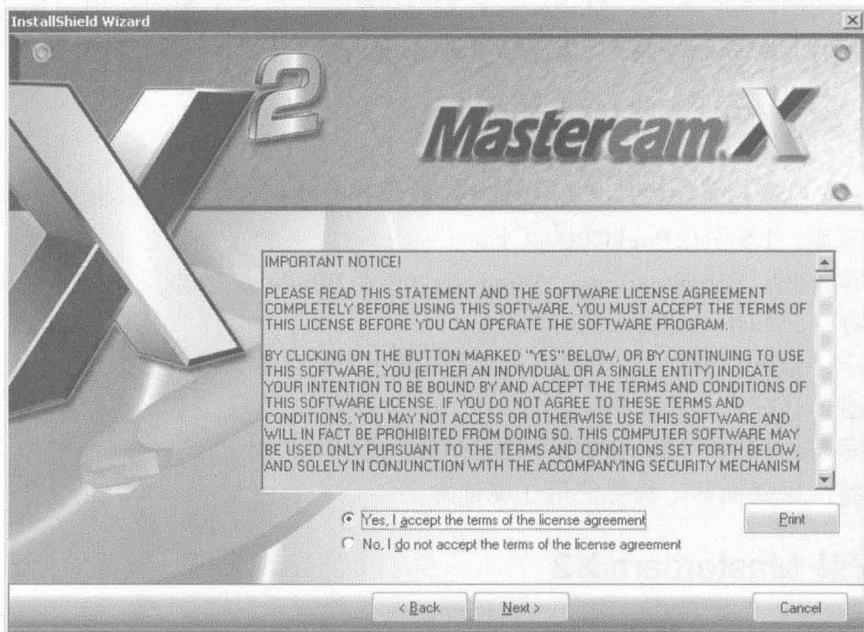

图1-2
- 遵循常规软件安装顺序，接受协议并进入下一步安装，如图 1-2 所示。